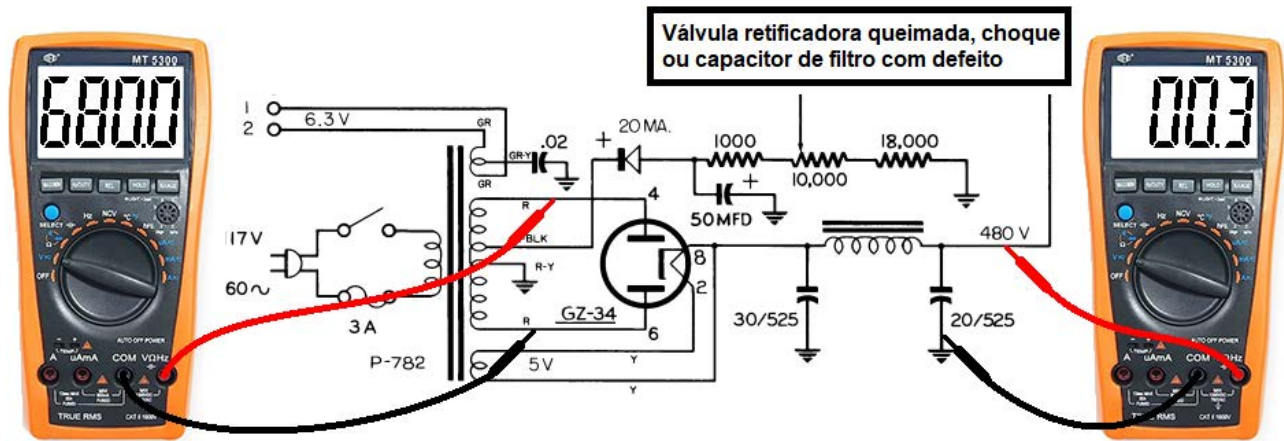

Figura 3
3. Não liga – Teste da fonte – Começamos medindo a tensão na linha de +B de alimentação das placas das válvulas de saída. A falta de tensão nesta linha ou tensão baixa indica que a válvula retificadora está queimada ou esgotada, choque de filtro está aberto, ou capacitor de filtro está em curto, mas neste caso ele causa a queima da válvula retificadora ou do transformador. Veja a figura 3.